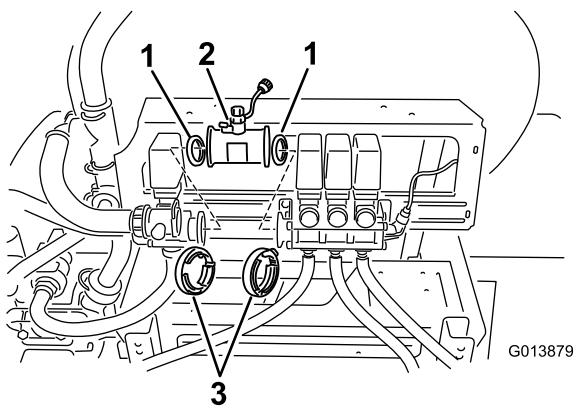

Figure 6
- Montez le débitmètre en ligne entre la vanne d'agitation et l'ensemble vannes de rampes, en dirigeant la flèche de direction de débit vers les 3 vannes de rampes (Figure 6).
- A. Posez le joint existant dans le côté du débitmètre qui s'adapte à la vanne d'agitation (Figure 6).